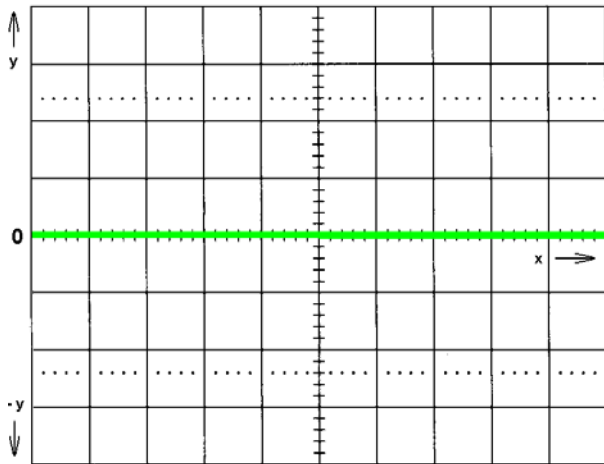

Bild 2
3. Kippschalter TV sep. (9) auf **off**, Trig. (10) auf ~ (siehe oben).
4. Drehschalter (Messbereichswahlschalter) Zeiteinstellung (Time/Div.) auf 2ms/Div. (12), Drehschalter (Messbereichswahlschalter) Spannung (Volts/Div.) für Kanal 1 und 2 auf 5V/Div. (24, 30).
5. Skope einschalten (1), Grundlinie für Kanal 1 einstellen (*Bild 2*), Drehregler x- und y-Position I (6, 21). Grundlinie für Kanal 2 einstellen, Schalter für Kanal 2 betätigen (27), Drehregler y-Position II (36).